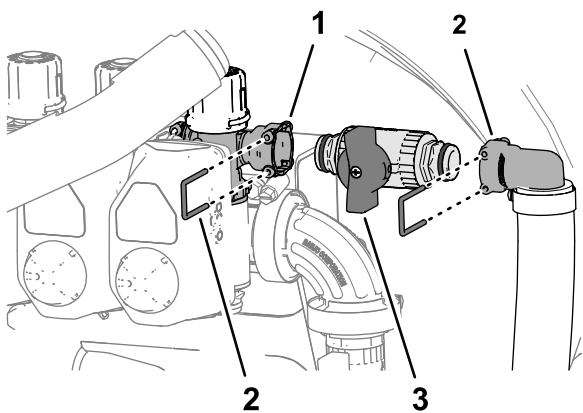

Figura 62
- A. Guarde o retentor que prende a união de ligação rápida da válvula de corte à tomada de ligação rápida da válvula de distribuição da secção direita e separe a válvula da tomada (Figura 62).
- B. Guarde o retentor que prende a união de ligação rápida da válvula de corte à tomada de ligação rápida da união estriada de 90° e separe a válvula da tomada (Figura 62).